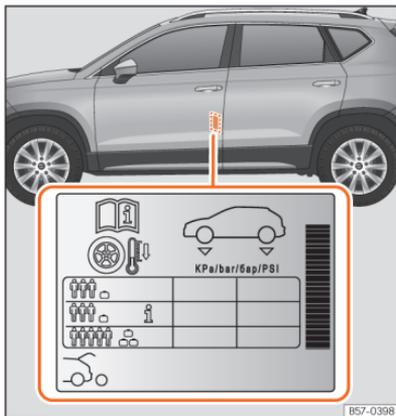

Abb. 214 Einbauort des Aufklebers für den Reifendruck.
- Passen Sie bei größerer Zuladung den Reifendruck entsprechend an »» (Abb. 214).
Die Angaben zum Reifendruck befinden sich auf dem Aufkleber an der Fahrertürsäule »» (Abb. 214).
Der Reifendruck muss der aktuellen Fahrzeugbelastung angepasst werden. Wenn das Fahrzeug voll beladen werden soll, muss der Reifendruck entsprechend dem auf dem Reifendruck-Aufkleber angegebenen maximalen Wert erhöht werden »» (Abb. 214).
Füllen Sie bei einem minimierten Notrad (125/70 R16 oder 125/70 R18) auf einen Druck von 4,2 bar, gemäß Angabe auf dem Aufkleber mit den Reifendruckwerten »» (Abb. 214).
Je nach Fahrzeug kann der Reifendruck auf halbe Last eingestellt werden, um den Fahrkomfort zu verbessern (Reifendruck **i** »» (Abb. 214)). Beim Fahren mit Komfort-Reifendruck kann sich der Kraftstoffverbrauch leicht erhöhen.
- Der Fahrer ist verantwortlich für den richtigen Reifenfülldruck an allen Reifen am Fahrzeug. Der empfohlene Reifenfülldruck befindet sich auf einem Aufkleber »» (Abb. 214).
- Immer den richtigen Reifenfülldruck am kalten Reifen einhalten, wie auf dem Aufkleber angegeben »» (Abb. 214).